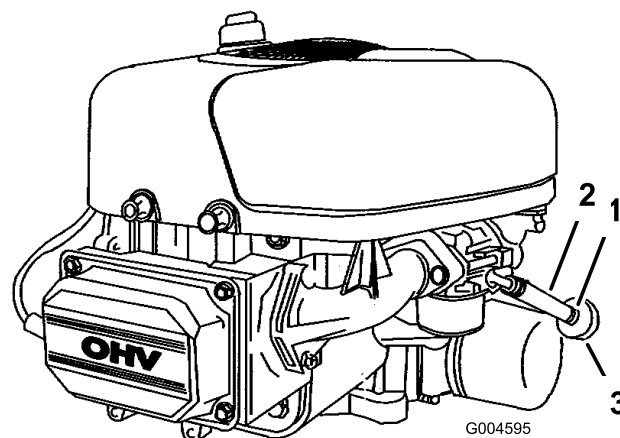

Bild 25
8. Drücken Sie die Enden der Schlauchklemme zusammen und schieben Sie sie an der Kraftstoffleitung nach oben zum Kraftstofftank (Bild 25).
9. Ziehen Sie die Kraftstoffleitung vom Kraftstofffilter (Bild 25) ab. Lassen Sie das Benzin in einen Benzinkanister oder eine Auffangwanne ablaufen.
Tauschen Sie den Kraftstofffilter alle 100 Betriebsstunden oder mindestens einmal pro Jahr aus. Tauschen Sie den Kraftstofffilter am besten aus, wenn der Tank leer ist (Bild 25). Bauen Sie nie einen verschmutzten Filter wieder ein, wenn Sie diesen aus der Kraftstoffleitung entfernt haben.
7. Drücken Sie die Enden der Schlauchklemmen zusammen und schieben diese weg vom Kraftstofffilter (Bild 25).